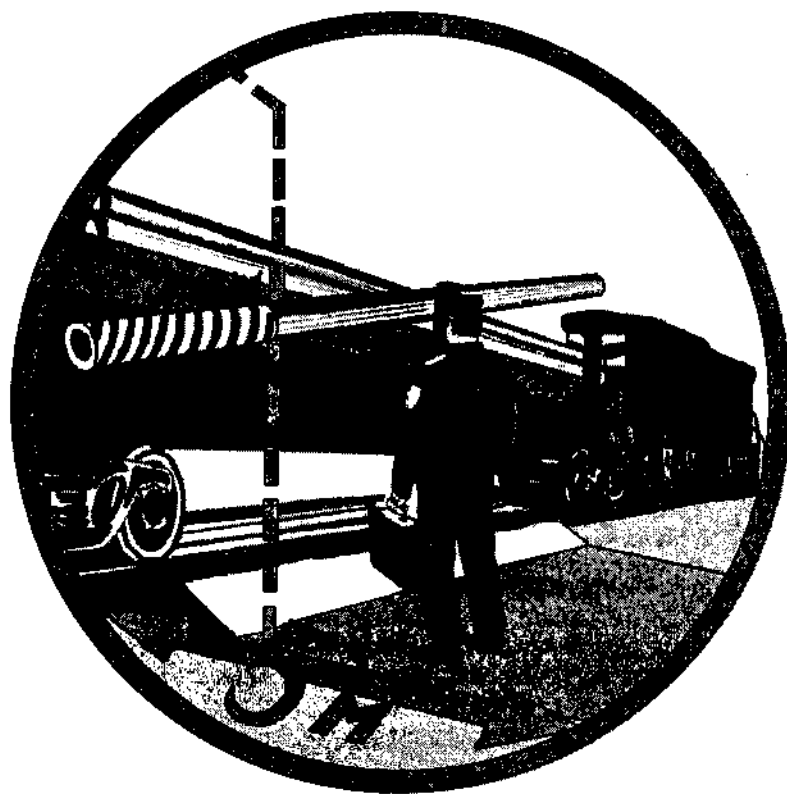

Рисунок 7.
71. При пропуске грузовых поездов нужно опасаться оставшихся неснятыми с вагонов проволочек, а также вышедших за габарит досок или других предметов (рисунок 7).